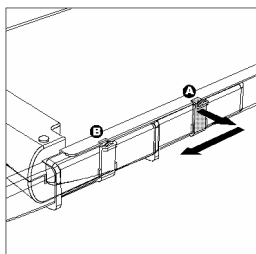

Fig. 1
- 2 Le bras de coupe est verrouillé sur le bord inférieur du massicot. Pour le déverrouiller, tirez son verrou vers la droite (Fig. 1, A) et poussez ensuite celui-ci vers l'avant à la position B (Fig. 1).